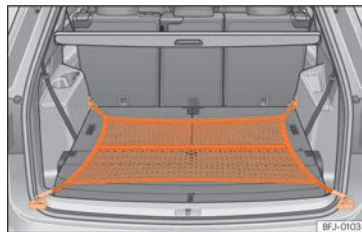

Fig. 163 Dans le coffre à bagages : sac en filet accroché au niveau du plancher.
- Fixez les crochets du sac dans les œillets d'arrimage avant » **fig. 163** » ⚠. La fermeture à glissière du sac doit rester vers le haut.
- Fixez les crochets à l'autre extrémité du sac en filet dans les œillets d'arrimage situés sous le seuil de chargement » **fig. 163**.